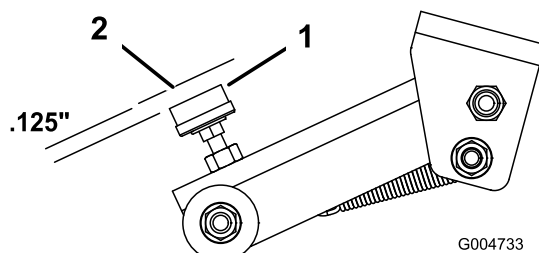

Figura 73
4. A folga entre a protecção de borracha do parafuso de ajuste (Figura 73) e o trinco da cobertura deve ser 3 mm. Se for preciso ajustar, desaperte a porca no parafuso de ajuste, ajuste o parafuso até obter a folga desejada e volte a apertar a porca.